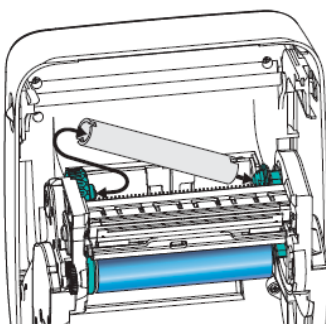

Figure 28
- Placer une bobine vide sur le mandrin récupérateur. Faire tourner la bobine vide jusqu'à ce que les encoches soient alignées et la verrouiller dans le côté gauche du mandrin récupérateur. La première bobine récupératrice de ruban est fournie. Il est possible ensuite d'utiliser la bobine débitrice vide pour récupérer le rouleau de ruban suivant (voir Figure 28)